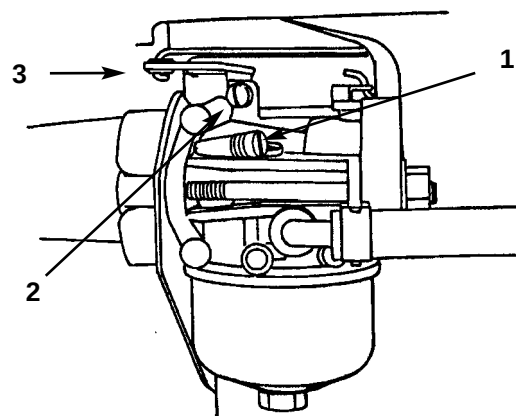

Fig. 27
- Tomgangsblandingsskruen (fig. 27) drejes forsigtigt med uret, til den netop lukker. Man må ikke tvinge (stramme) tomgangsblandingsskruen, fordi det kan beskadige karburatoren.
- Tomgangsblandingsskruen (fig. 27) åbnes ved at dreje den én omdrejning med uret. Denne indstilling gør det muligt at starte motoren.
- Hold karburatorens gasspjældsarm mod tomgangshastighedsskruen (fig. 27). Justér tomgangshastighedsskruen, så motoren går i tomgang med 1750 o/m. Kontrollér omdrejningstallet med en omdrejningstæller.
- Mens man stadig holder gasspjældsarmen mod tomgangshastighedsskruen, drej langsomt tomgangsblandingsskruen (fig. 27) ind (med uret), til motoren begynder at gå langsomt (mager blanding). Drej derefter tomgangsblandingsskruen ud (mod uret), til motoren begynder at gå jævnt (fed blanding).
- Drej så tomgangsblandingsskruen (fig. 27), så den er midt mellem den magre og fede blanding, til motoren går jævnt.